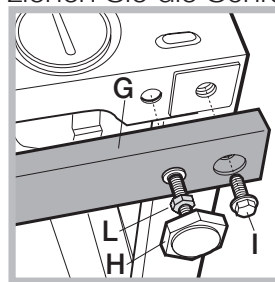

Abb. 11
2 Querstreben (G); 4 Stellfüße (H); 4 Schrauben (I); 4 Schraubenmütern (L), Verfahren Sie hierzu wie folgt (*Abb. 11*):